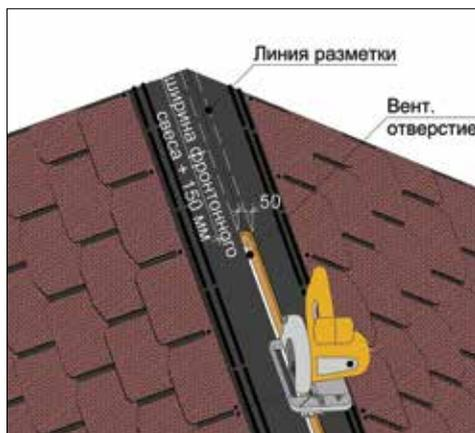

Рис. 6 Устройство отверстия в крыше.
3.3.2 По размеченным линиям в сплошном основании вырежьте вдоль всей длины конька (за исключением отступов) отверстие шириной 50 мм. Отступ отверстия от края конька должен быть равен ширине фронтонального свеса плюс 150 мм (Рис. 6). Отступ отверстия от ендовы и примыкания к стенам должен составлять 300 мм.